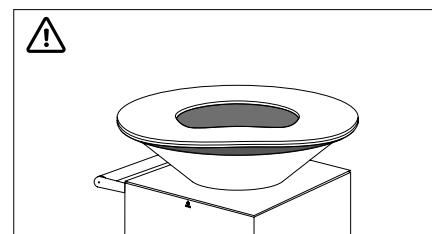

Fig. 1 - Vervormde plaat door het gebruik van te veel tropisch hardhout tegelijkertijd.
- Wees voorzichtig met het gebruik van tropisch hardhout. Dit hout wordt erg heet en bij een grote hoeveelheid van dit hout, kan de kookplaat vervormen (zie Fig. 1).